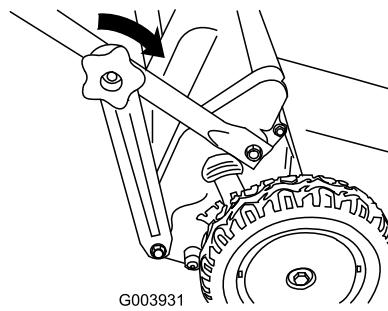

Bild 15
3. Setzen Sie die Handräder des unteren Griffes ein und ziehen Sie die Handräder mit der Hand so fest wie möglich (Bild 15).